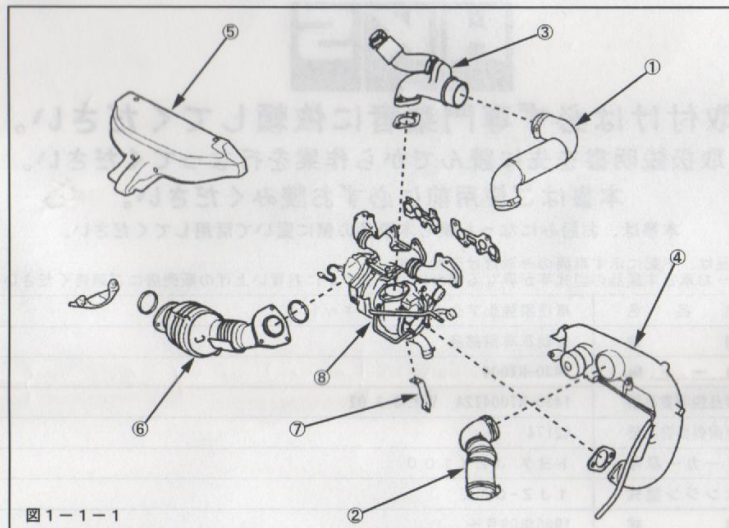

図1-1-1
- (1) オイルパンプロテクターを取外してください。(寒冷地仕様車)
- (2) エンジンアンダーカバーを取外してください。
- (3) ①～⑧の順番に取外してください。(図1-1-1)
- (4) ノーマルアクチュエーターを⑧から取外してください。